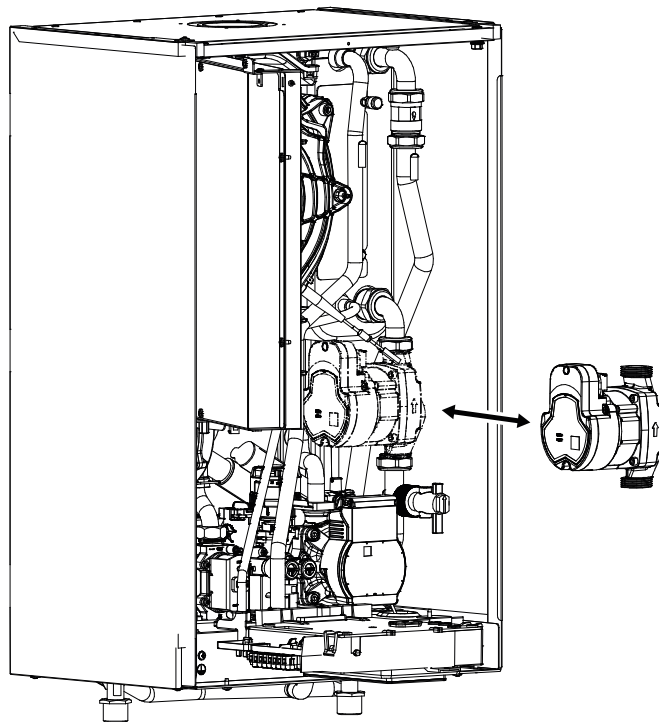

fig. 65 - Vervanging/onderhoud van de circulator van de warmtepomp
- Schroef de uitlopen los en verwijder de circulator (fig. 65.)